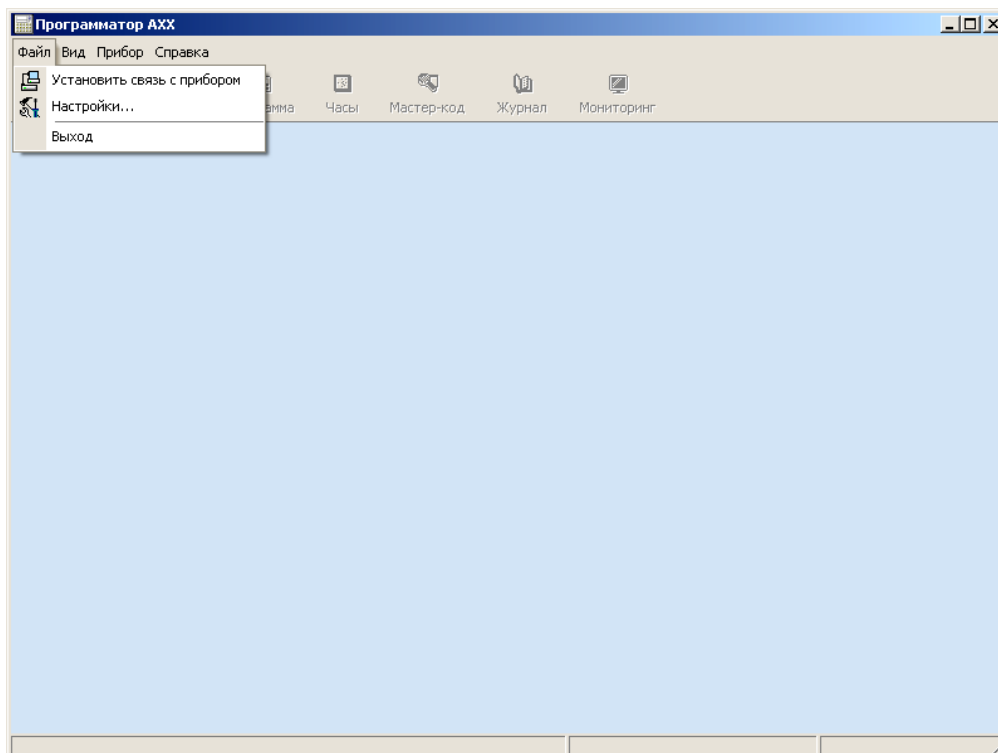

Рисунок 26 – Раздел главного меню «Файл»
2.3.2.1 Раздел главного меню «Файл» содержит следующие пункты, рисунок 26: